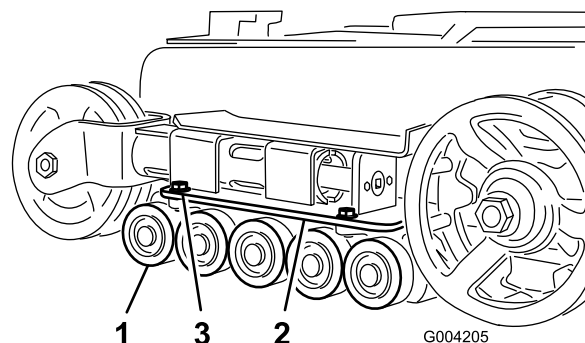

Bild 43
2. Nehmen Sie die vier Schrauben ab, mit denen die untere Kettenführung (die die Straßenräder enthält) befestigt ist, und nehmen Sie diese ab (Bild 43).